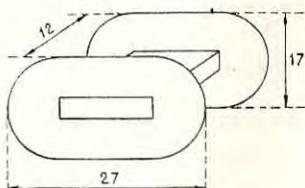

Fig. VI-16. — Carcasse de la bobine.
2. Bobinage (fig. VI-16) : enrouler serré sur la pièce A, plusieurs tours de papier kraft gommé (voir librairie) préalablement mouillé. Laisser sécher. Préparer 2 joues en carton mince très raide ou en bakélite 5/10. Le noyau étant sec, le sortir de A et couper avec précision (lame de rasoir) à la longueur voulue. Veiller à l'équerre des coupes. Enfiler ce noyau sur une tige filetée de 3 mm bien droite. Disposer les joues. Serrer le tout entre 2 plaquettes de bakélite 2 mm (30 x 20 mm). Régler pour que l'ensemble **tourne parfaitement rond** (noyau, joues, plaquettes). La réussite du bobinage est à ce prix. Coller les joues à l'intérieur à la colle cellulosique. Prévoir 2 paliers pour la tige, une manivelle, un compteur (c'est bien utile) et remplir la bobine de fil émaillé 10/100. Décaper le départ du fil (2 à 3 cm) avec du papier abrasif très fin, **avant** de commencer l'enroulement. (Trop dangereux à la fin). La bobine remplie, recouvrir de 2 ou 3 couches de Scotch de couleur. Préparer 2 lamelles de clinquant (large de 3 mm) de cuivre (écran statique de transfo d'alimentation grillé). Y souder les 2 sorties. Disposer les cosses ainsi constituées et les faire tenir par 2 ou 3 nouveaux tours de Scotch.